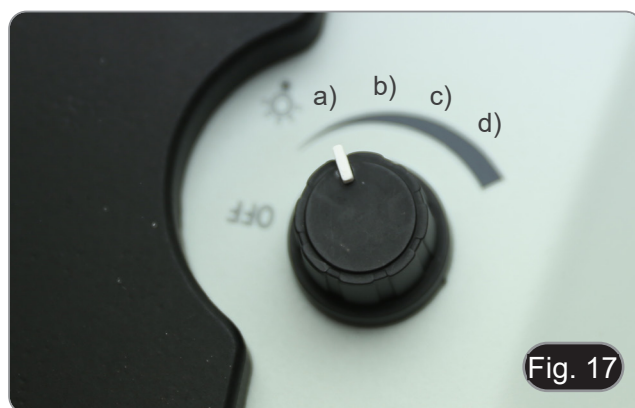

Fig. 17
O interruptor tem quatro posições disponíveis (Fig. 17):
5. Ligar o iluminador de anel de LED (posição “b”, Fig. 17).